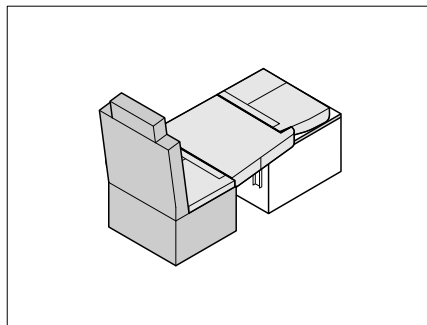

Bild 215 Sitzpolster positionieren
- Sitz- und Zusatzpolster wie in Bild 215 gezeigt auf den abgesenkten Tisch auflegen.